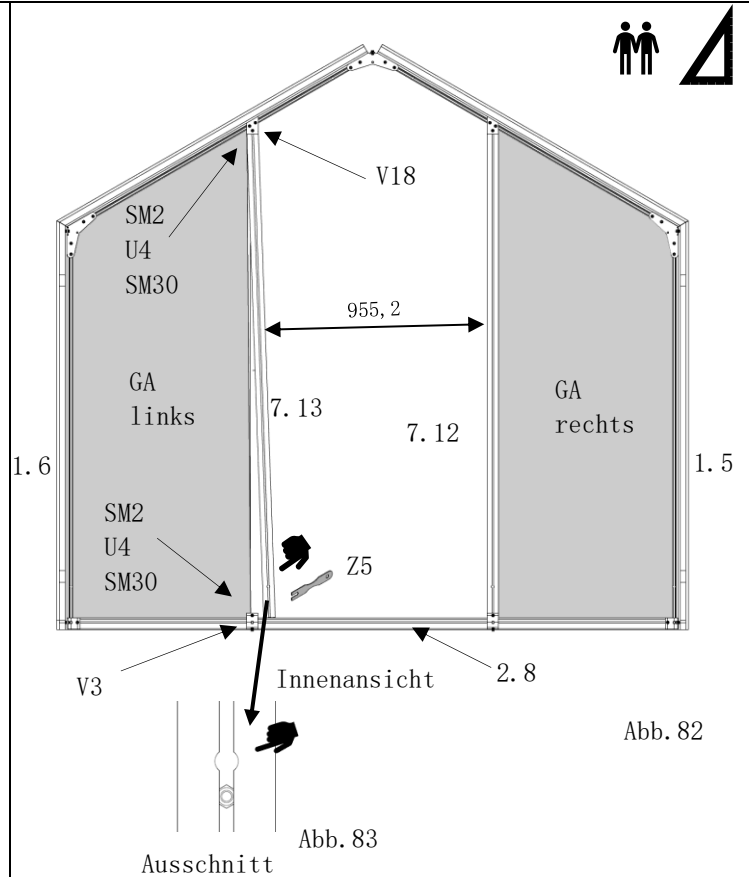

Abb. 82
- die Verschraubungen (Pos. SM2/U4/SM30) werden festgezogen! (Abb. 82)